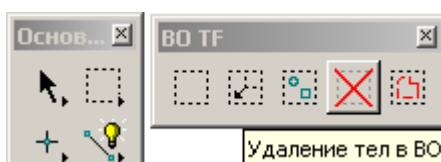

Рисунок 65
- Выбрать инструмент *Удаление тел в ВО* (Рисунок 65).